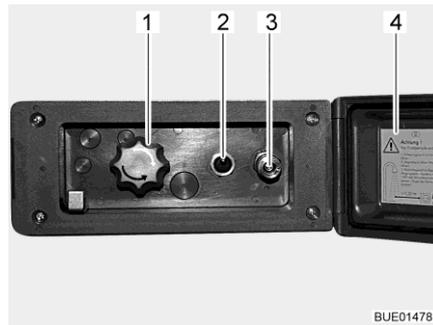

Fig. 107 Conexión de ducha exterior
- Desbloquear y abrir la tapa (Fig. 107,4).
- Conectar la manguera de la ducha exterior al cierre rápido (Fig. 107,3).
- Encender la bomba de agua con el interruptor (Fig. 107,2).
- Ajustar la temperatura del agua con el botón giratorio (Fig. 107,1) según se desee.
- Apagar la bomba de agua con el interruptor (Fig. 107,2).
- Cerrar la tapa (Fig. 107,4) y bloquearla con la llave.
- Poner el botón giratorio (Fig. 107,1) en la posición central.